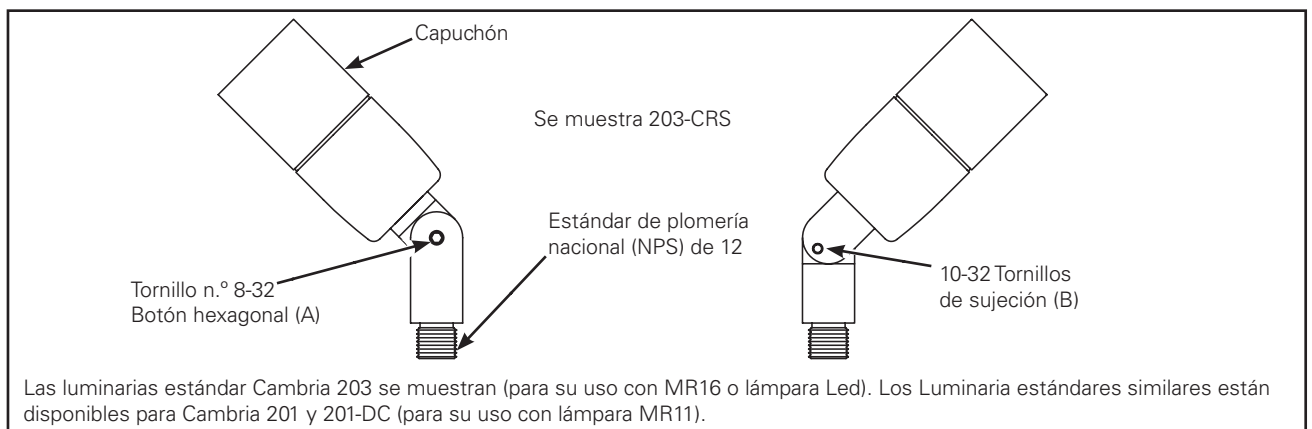

Figura 1.
Afloje el set (B) con la llave Allen (proporcionada por otros), accesorio AIM. Ajuste los tornillos. (Figura 1.)